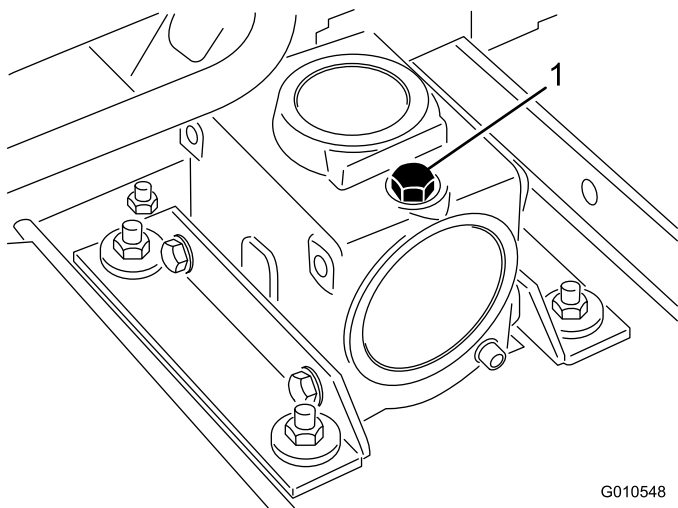

Figure 22
2. Placez la machine et le plateau de coupe sur une surface plane et horizontale, et abaissez le plateau de coupe. Retirez le bouchon de remplissage-jauge au sommet du boîtier d'engrenages (Figure 22) et vérifiez que le niveau de lubrifiant se situe entre les repères sur la jauge. Si le niveau de lubrifiant est bas, ajoutez de l'huile pour engrenages SAE 80-90 jusqu'à ce que le niveau se situe entre les repères. Le boîtier d'engrenages a une capacité de 283 ml.